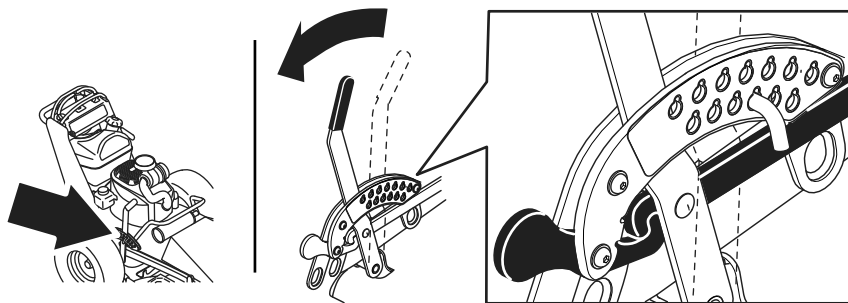

Figura 1
1. Mueva la palanca de altura de corte a la posición de TRANSPORTE (Figura 1).